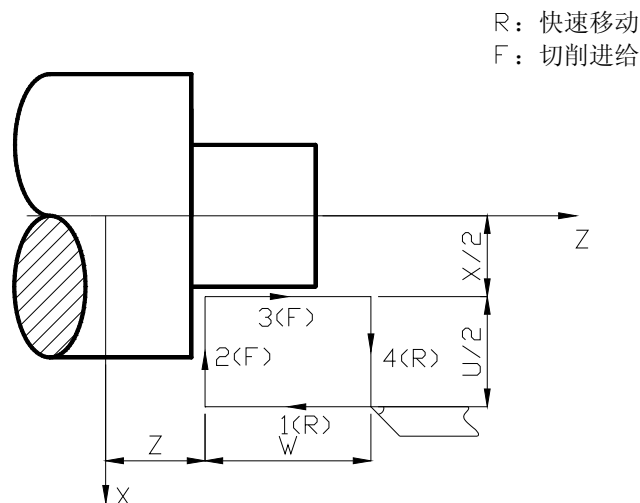
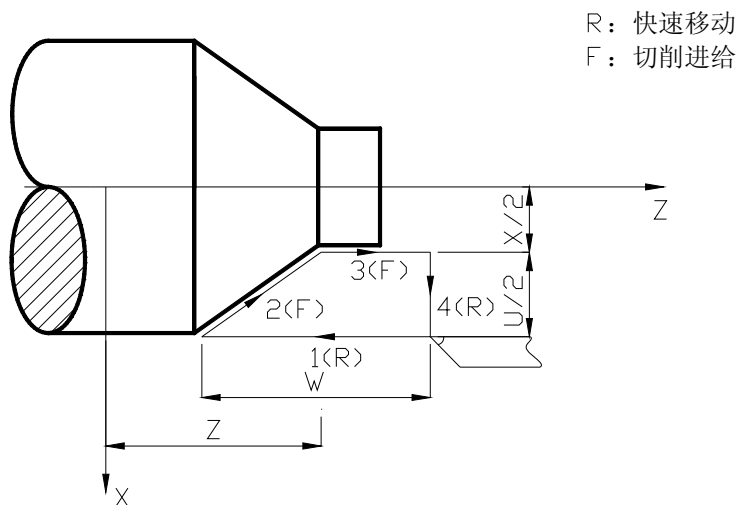

图3.32 端面切削循环轨迹
图3.33 锥度端面切削循环轨迹
2) R: 切削起点与切削终点Z轴绝对坐标的差值, 当R与U的符号不同时, 要求 $|R| \leq |W|$, 端面切削循环轨迹如图3.32, 端面锥度切削循环轨迹如图3.33, 单位: mm。
3) G94指令中当没有指定新的X (U), Z (W), R时, 前面指令的数据均有效;
4) G94指令中对于X (U), Z (W), R的数据, 当指令了G04以外的非模态G指令或G00、G01、G02、G03、G32时, X(U)、Z(W)、R的指定值被清除;